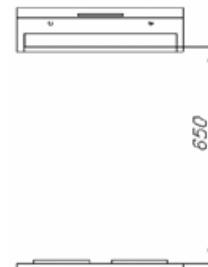

Rys. 2
2. Włożyć nowe filtry węglowe na metalowe (Rys. 2) i całość osadzić z powrotem.